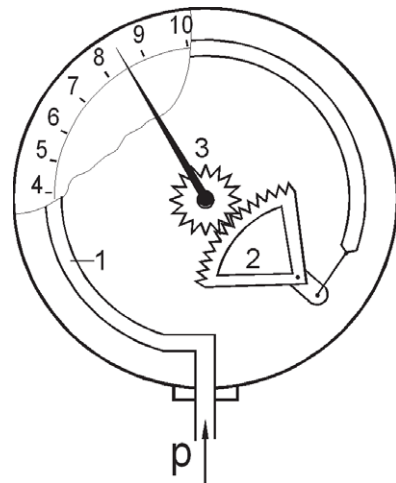

Abb. 2.18 Aufbau eines Rohrfeder-Manometers
Der Systemdruck p wird in ein flach gedrücktes, gekrümmtes Rohr (1) als Messelement geleitet, das dadurch gestreckt wird. Diese Streckung überträgt sich über ein Zahnradsegment (2) auf das Zahnrad mit dem Zeiger (3). Da von außen auf das Rohr (1) der Umgebungsluftdruck wirkt, messen solche Manometer nur den effektiven Überdruck p_e . Wenn der Systemdruck p genau so groß ist wie der Umgebungsdruck p_a , wird das Rohr weder gestreckt noch gekrümmt, der Zeiger steht auf Null, also kein Überdruck. Wenn der Systemdruck unter dem Umgebungsluftdruck liegt (Unterdruck, Vakuumbereich), wird das Rohr nicht gestreckt, sondern gekrümmt, die Anzeige wird negativ bis maximal -1 bar (siehe Abb. 2.18).